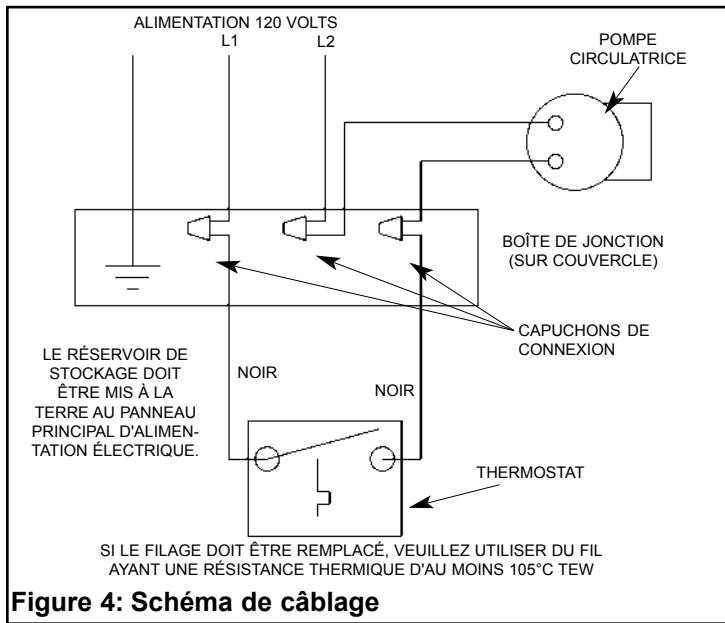

Figure 4: Schéma de câblage
2. Raccordez la pompe circulatrice en série avec le thermostat, tel qu'illustré à la figure 4.